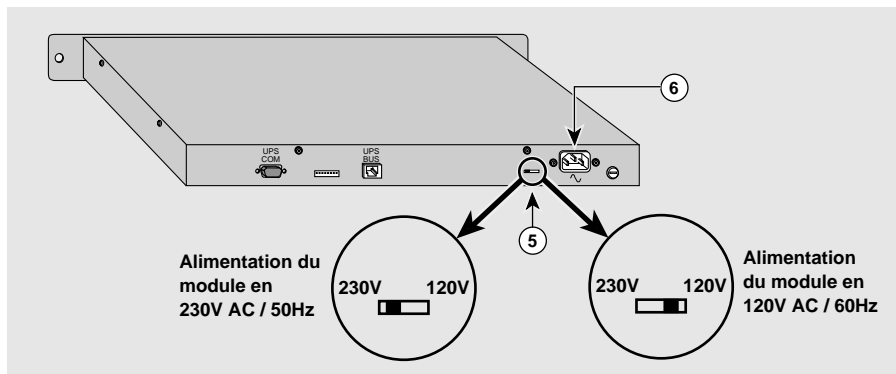

Fig. 3
Réaliser l'adaptation de tension nécessaire (230V ou 120V) à l'aide du sélecteur ⑤ (voir figure 3). Un fusible de 500 mA, 250V, temporisé, réalise la protection du coffret en cas de défauts électriques.
- ▶ vérifier la position du sélecteur de tension d'alimentation (voir figure 3),